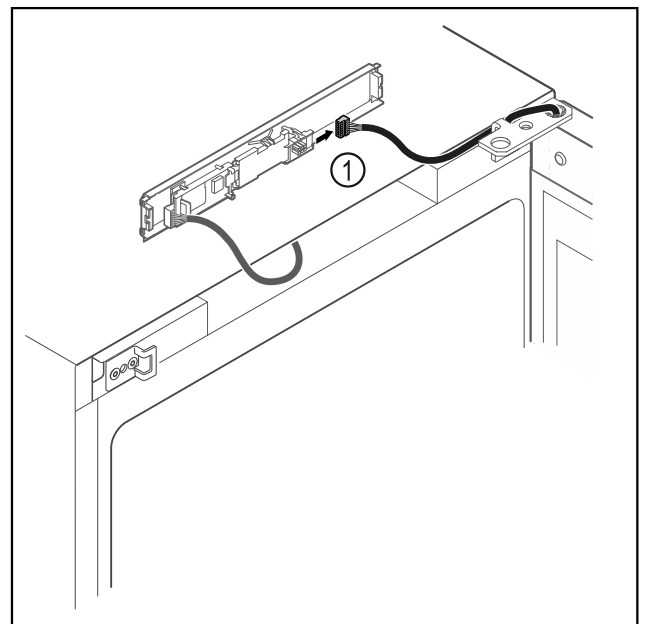

Fig. 17
- ▶ Desconecte el conector Fig. 17 (1) de la placa de circuitos.